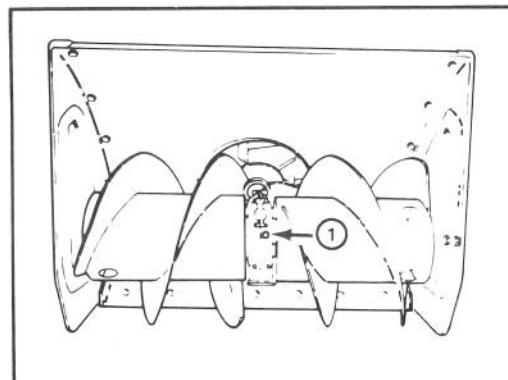

Figure 23
**HUILE DE LA BOÎTE D'ENGRENAGE DE LA TARIÈRE (Fig. 23)**
3. Retirez l'obturateur de tuyau de la boîte d'engrenage (Fig. 23).